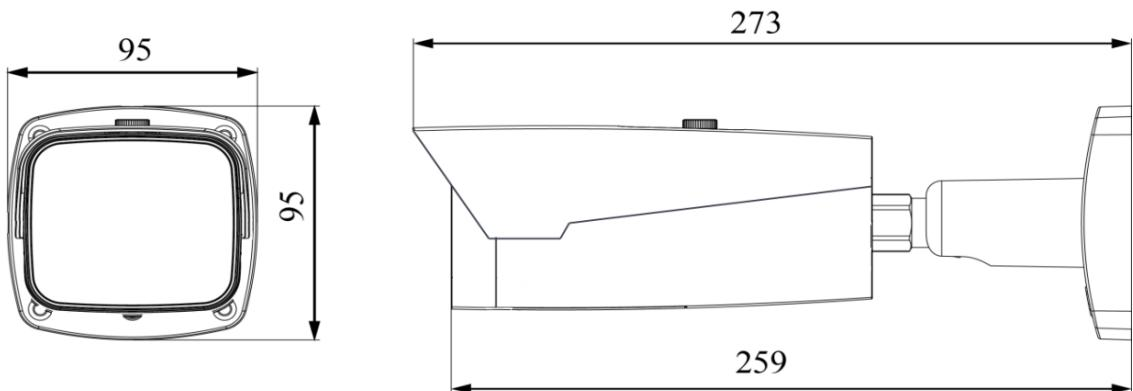

Рисунок 2
- 4.2 Выберите место крепления камеры с учетом габаритных размеров (рис.2) и удобства работы с монтажным инструментом.